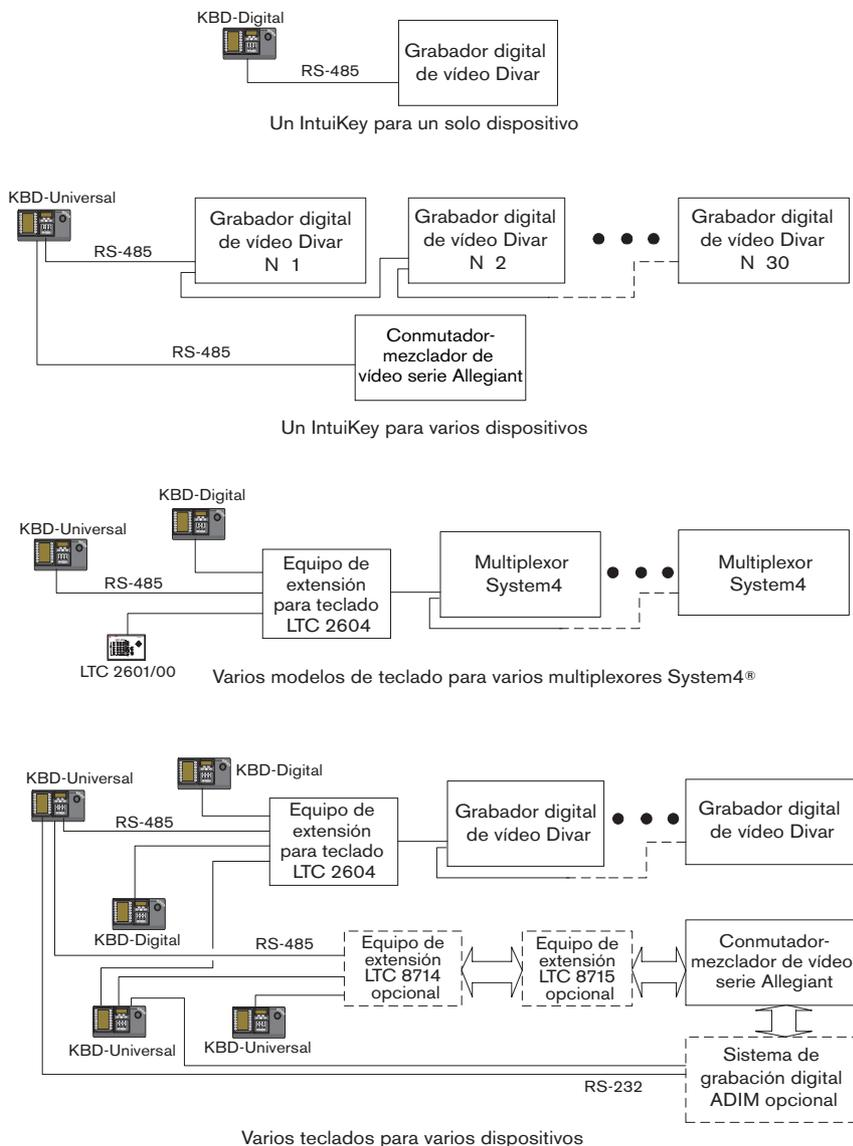

FIGURA 2-1 Configuración básica del sistema IntuiKey
El teclado IntuiKey puede controlar simultáneamente hasta treinta (30) multiplexores/undiades DVR y un (1) conmutador de video. En la FIGURA 2-1 se muestra una ilustración de la configuración básica del sistema IntuiKey con estos dispositivos. Si se van a conectar varios teclados IntuiKey a un solo multiplexor o a un grupo de multiplexores conectados en cadena, debe añadirse un expansor de puerto de teclado. La serie Allegiant de conmutadores-mezcladores de video puede